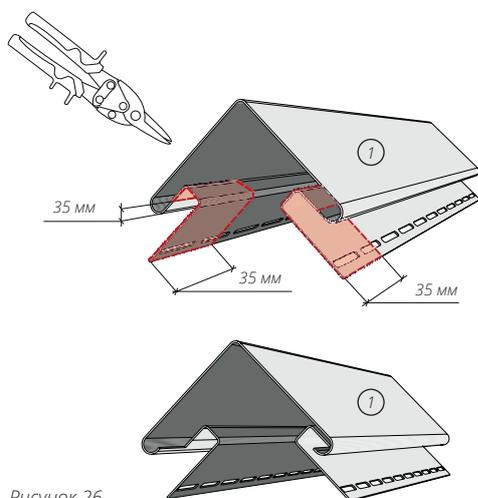
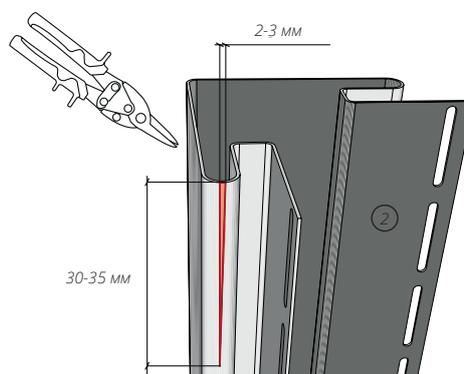

Рисунок 26
Рисунок 27
**12.6** Если высота здания больше 3 метров, необходимо нарастить угол. Для этого срезаем верхнюю тыльную часть наращиваемого угла (рис. 26). В нижнем углу делаем вырез в виде треугольника на боковых ребрах согласно рис. 27. Вырез треугольника на боковых частях нижнего угла будет немного заметен, но уменьшит прогиб нижнего угла в соединении и позволит элементам оставаться более подвижными при тепловых расширениях и сжатиях. После монтажа, возможен небольшой прогиб в нижнем углу в месте соединения.